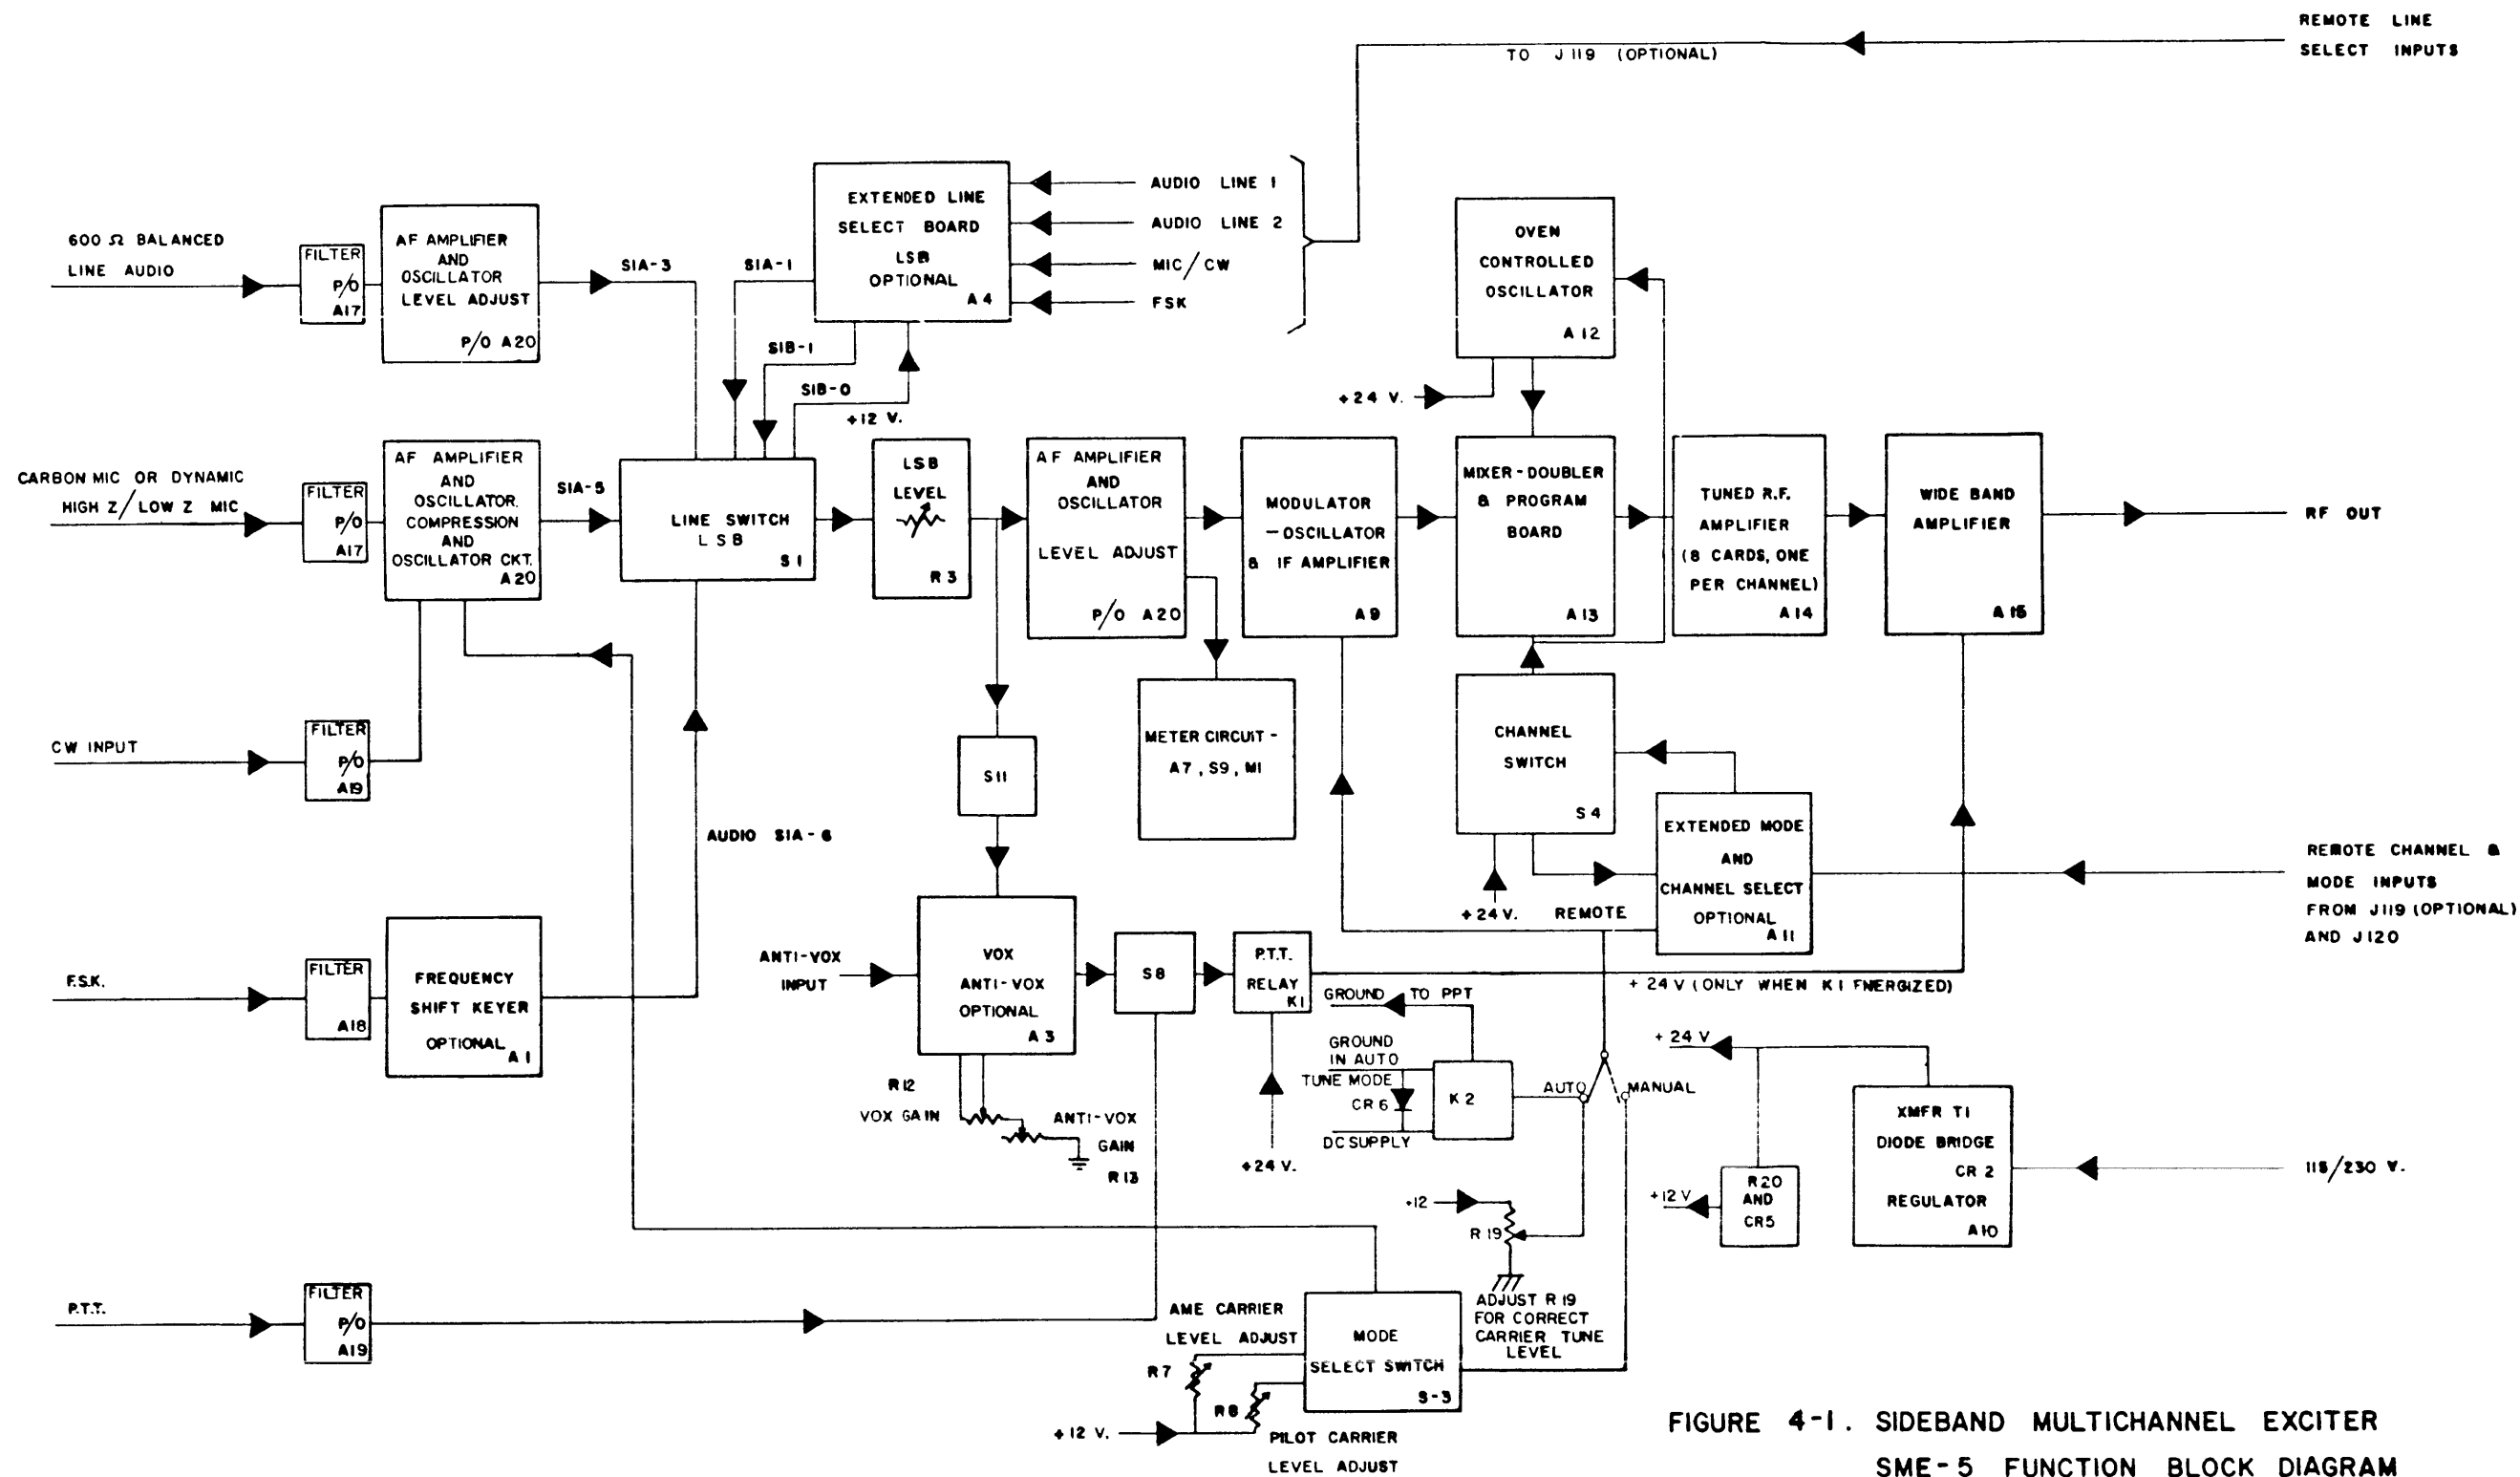

FIGURE 4-1. SIDEBAND MULTICHANNEL EXCITER SME-5 FUNCTION BLOCK DIAGRAM (LSB OPERATION ONLY)
4.2 FUNCTIONAL BLOCK DESCRIPTION OF SME-5 (Figure 4-1)